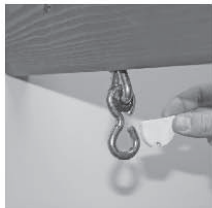

Abb. 23.2
- B: Stülpen Sie die flexiblen Abdeckungen der Schaukelaufhänger über den Haken. (Abb. 23.2)